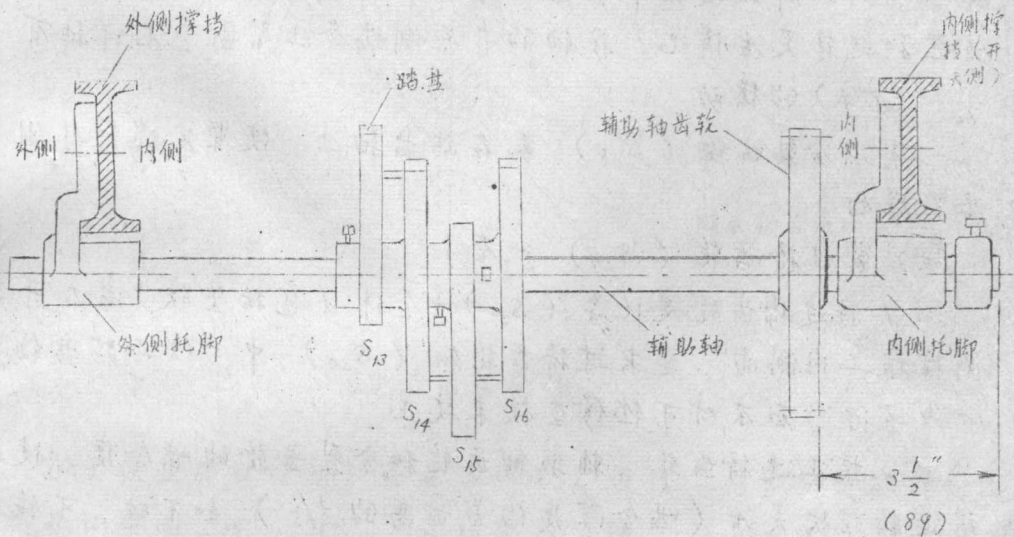
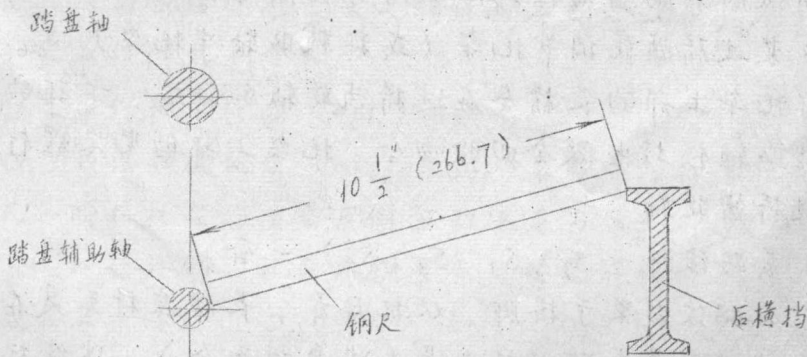

图 9 踏盘辅助轴 (从机后看)
图 10
1. 先将外侧托脚装在外侧撑挡的外侧，将标准轴穿入托脚的轴孔中，同时将另一只托脚装在内侧 (开关侧) 撑挡的内侧，如图 9 所示。套好标准轴，用定规 (或钢尺) 校正辅助轴后侧面与后撑挡内侧相距 $10\frac{1}{2}''$ (266.7) 如图 10 所示。